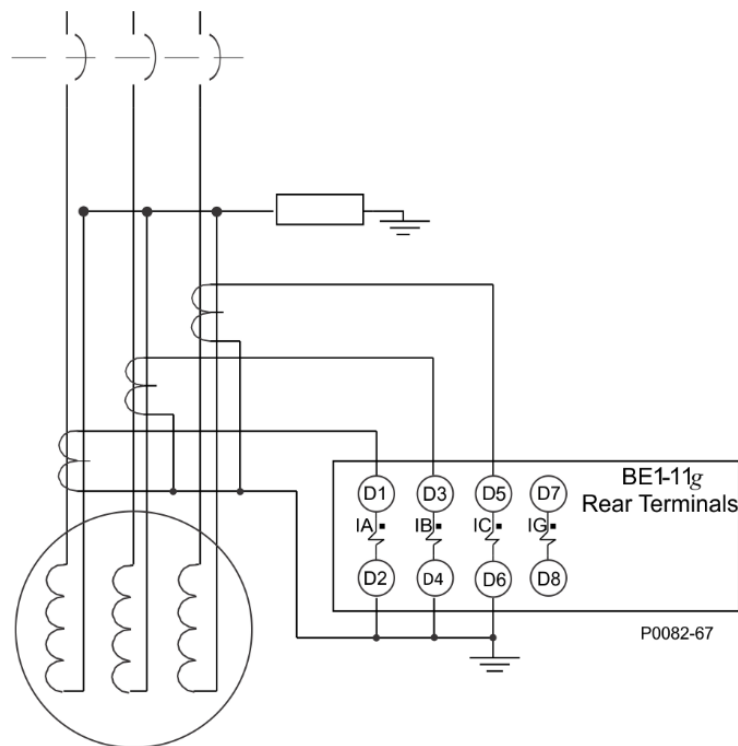

Figure 22-1. Connexions à équilibrage flux
Dans une configuration à équilibrage flux, la phase et le côté neutre de chaque phase de la route d'enroulement à travers un TC, de sorte que le flux net soit nul en conditions normales. Reportez-vous au Figure 22-1. Typiquement, un élément de surintensité instantanée triphasée (50) fournit une protection à équilibrage flux.
Si un BE1-11_g est équipé de l'option différentielle (style G6xxxxJxPxxxxx ou G6xxxxJxTxxxxx), une autre méthode peut être utilisée pour configurer une protection à équilibrage flux. Dans la fenêtre Différentiel de phase (87) de BESTCOMSP_{lus}, réglez le mode sur Équilibre de flux. Dans ce mode, le BE1-11_g compare le paramètre d'enclenchement d'équilibre de flux (A secondaire) phase par phase avec le courant dans le circuit TC 1 (TC1). Le lien entre TC1 et le mode Équilibre de flux est réglé dans le micrologiciel. Le circuit d'équilibre de flux doit être câblé sur le circuit TC 1 (bornes D1 à D8 dans la Figure 22-1). Le mode « Équilibre de flux » est égal à un élément 50 triphasé. Ignorez les paramètres du Contrôleur transitoire lors de la configuration de l'élément différentiel pour le mode Équilibre de flux.